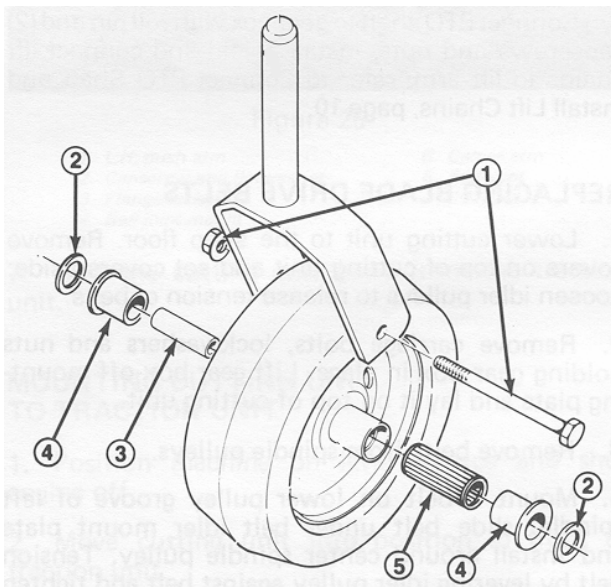

Bild 31
1. Nehmen Sie die Kopfschraube und Sicherungsmutter ab, mit denen das Laufrad und die zwei Scheiben zwischen der Laufradgabel gehalten werden (Bild 31).
2. Ziehen Sie die Spannerbüchse aus der Radnabe (Bild 31).
3. Entfernen Sie die Büchse aus der Radnabe und lassen Sie das Lager herausfallen (Bild 31). Nehmen Sie die Büchse aus der gegenüberliegenden Seite der Radnabe.